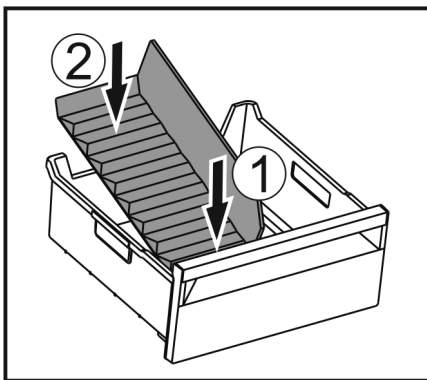

Fig. 116
- ▶ Vorderen Teil des Eisfach-Trenners einsetzen. Fig. 116 (1)
- ▶ Hinteren Teil des Eisfach-Trenners bis zum Schubfachboden absenken. Fig. 116 (2)